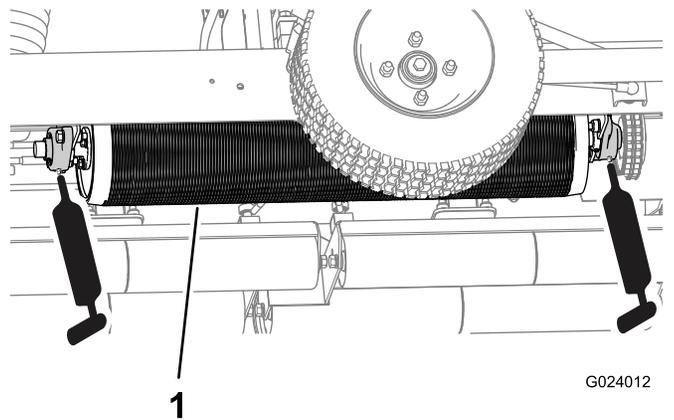
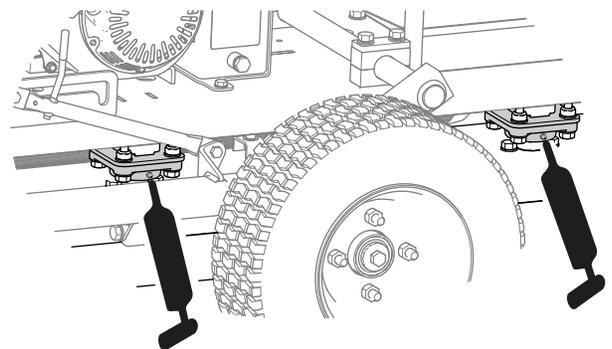

Figure 23
Figure 24
2. Injectez de la graisse aux emplacements indiqués à la Figure 23 et la Figure 24.